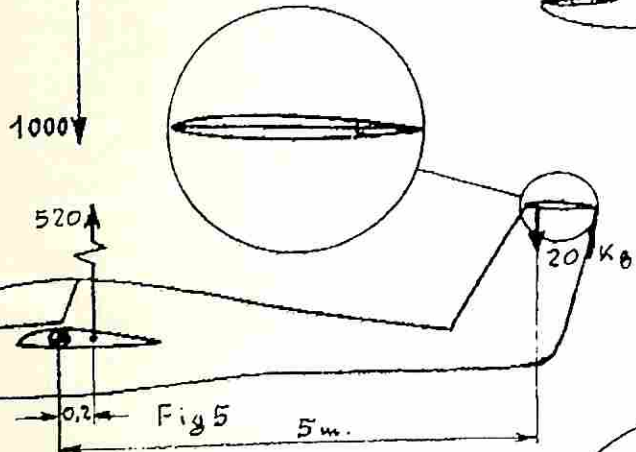

Fig. 5
- Momento contrastante dovuto al piano di coda:  $\text{kg } 20 \times \text{m } 5 = 100$  kgm. Equilibrio! (fig.5).